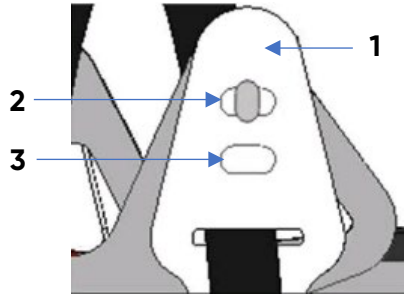

Fig. 2
El casco cuenta con dos posiciones de ajuste de altura de uso (Fig. 2). Una vez puesto en la cabeza, asegúrese de que las bandas estén bien ajustadas según la altura de la cabeza. Los elementos de fijación de la banda (1) suelen instalarse en la posición poco profunda (2). Para cambiar la altura de uso, fije los cuatro elementos de fijación de la banda en la posición profunda (3).